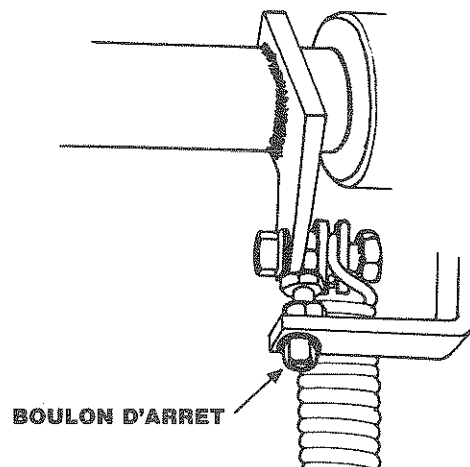

Fig. 24
4. Corriger la position des doigts dans les rainures, à l'aide des écrous situés à chaque extrémité de l'arbre des lieurs. Ne pas oublier d'ajuster les deux côtés, Fig. 24.